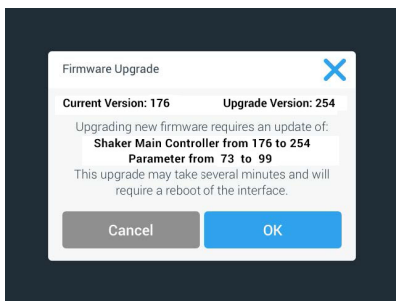

Figura 122: Lista de elementos para actualizar
- Se mostrarán varios mensajes para informarle sobre el progreso de la instalación, como se muestra en la Figura 122.